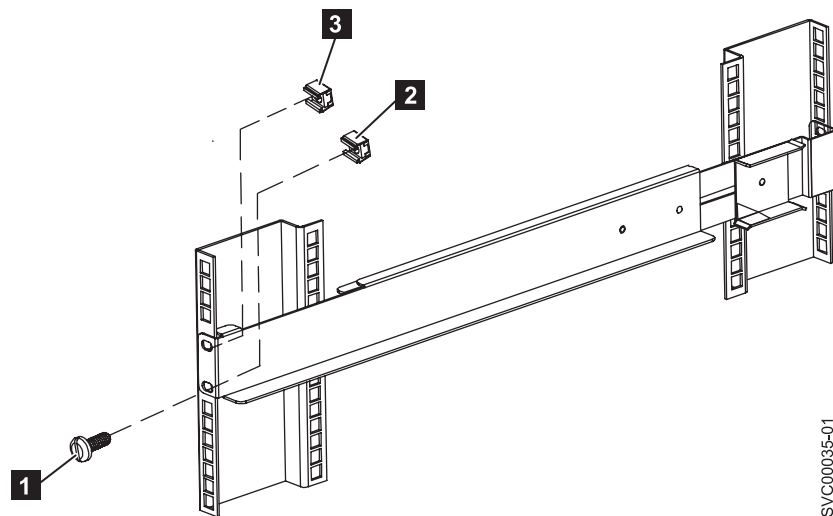

図 11. 2145 UPS-1U への前部レールの固定
7. 2つのクリップ・ナット (19ページの図11の 2) と 3) をラック前面に取り付けてから、1つだけの M6 x 10 ねじを下部マウント・ホール 1) で使用してレールを取り付けます。